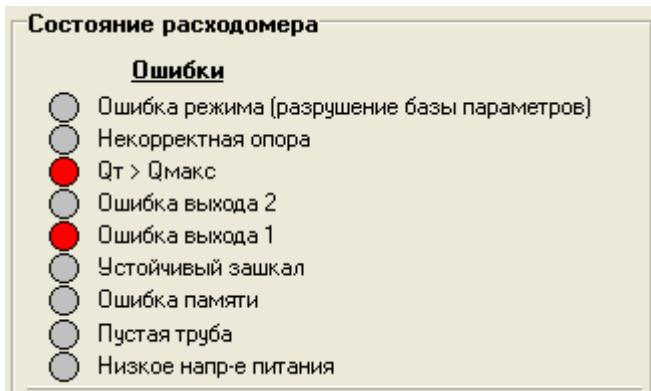

Рис.26. Вид индикации сообщений об ошибках.
- 5.1. Неисправности (ошибки) и нештатные ситуации, диагностируемые расходомером, отображаются в группе **Состояние расходомера** во вкладке **Измерения** (рис.26).